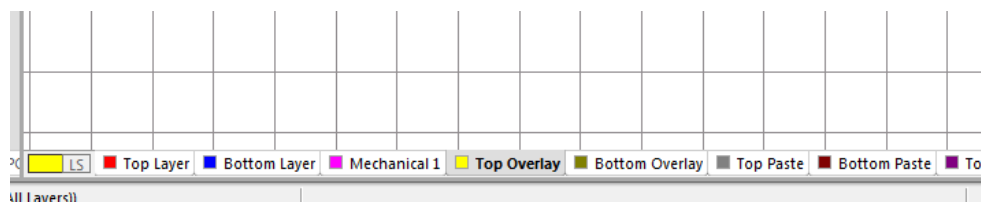
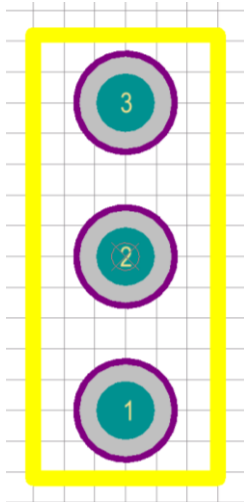

Рис. 3.14
Рис. 3.15
8) Оберіть шар **Top Overlay** зі списку знизу вікна робочого простору (Рис. 3.14). Виконайте команду **Place-Line**. Намалуйте позначення корпусу у вигляді прямокутника зі сторонами 7.2 мм та 3 мм так, як зображено на рис. 3.15.